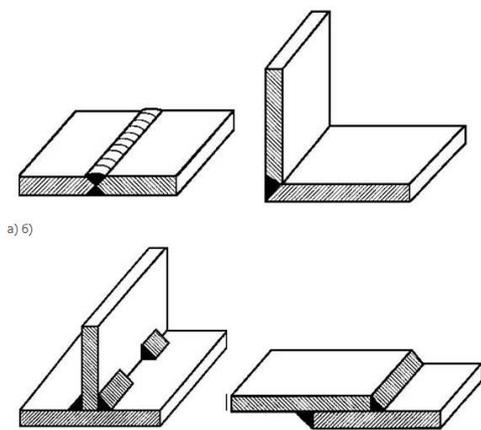

Рис. 99 Основные типы сварных соединений:
- стыковые (С) – детали соединяются встык по торцевым поверхностям (рис. 99 а);
- угловые (У) – детали располагаются под углом и соединяются по кромкам снаружи угла (рис. 99 б);
- тавровое (Т) – детали образуют форму буквы Т (рис. 99 в);
- внахлестку (Н) – детали частично перекрывают друг друга (рис. 99 г).